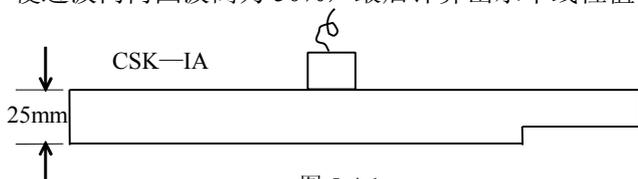

图 5-4-1
- 1) 如图 5-4-1 所示，将直探头放置 CSK-IA 试块上，测声速零点（参见 5-1，默认声波类型为纵波，试块声程为 50mm）